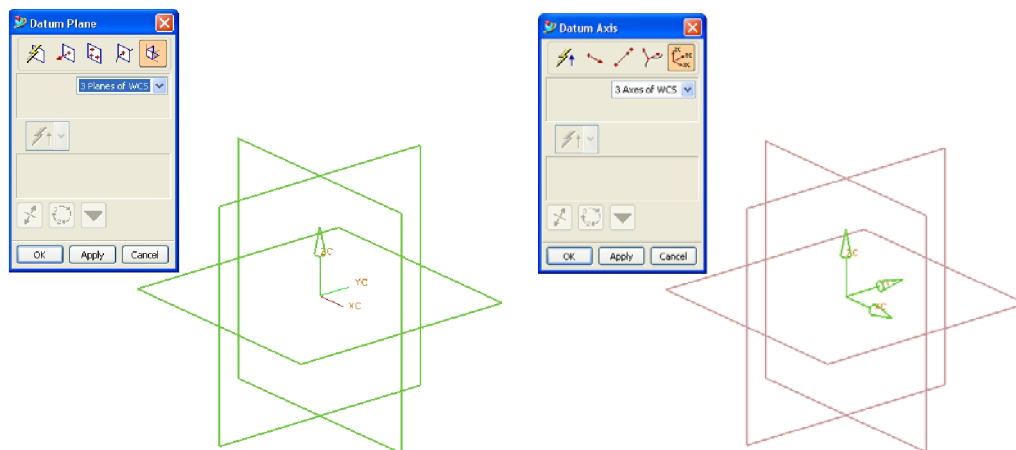

Рис. 3. Вспомогательные плоскости и оси
3. Создайте вспомогательные плоскости в рабочей координатной системе: **Insert** → **Datum/Point** → **Datum Plane**. Нажмите **ОК**. Создайте вспомогательные оси в рабочей координатной системе: **Insert** → **Datum/Point** → **Datum Axis**. Нажмите **ОК** (Рис. 3).